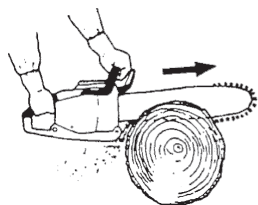

Fig. 22
- Nunca utilice la sierra con una mano solamente. De esa forma, será difícil controlar correctamente la sierra y sufrirá heridas serias al perder el control. Mantenga el cuerpo de la sierra cerca de su cuerpo para mejorar el control y reducir el esfuerzo. Cuando corte con la parte inferior de la cadena, la fuerza reactiva tratará de arrastrar la sierra fuera de sus manos en dirección de la madera que esté cortando. La sierra controlará la velocidad de avance y el serrín será lanzado hacia usted. (Fig. 22)